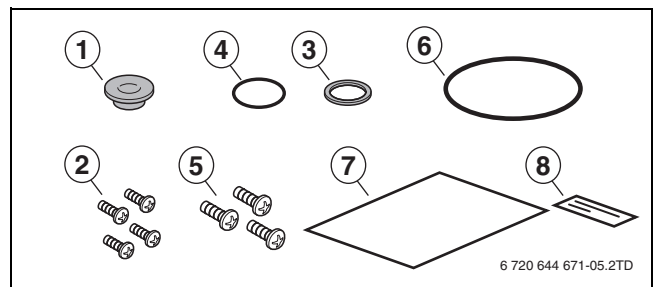

Fig. 13
表3 图 13 的供货范围, 第 44 页
- ▶ 根据表 4 中的燃气类型装入新的燃气喷嘴包括新的 O 形圈 (→ 图 13, [1+2], 第 44 页)。